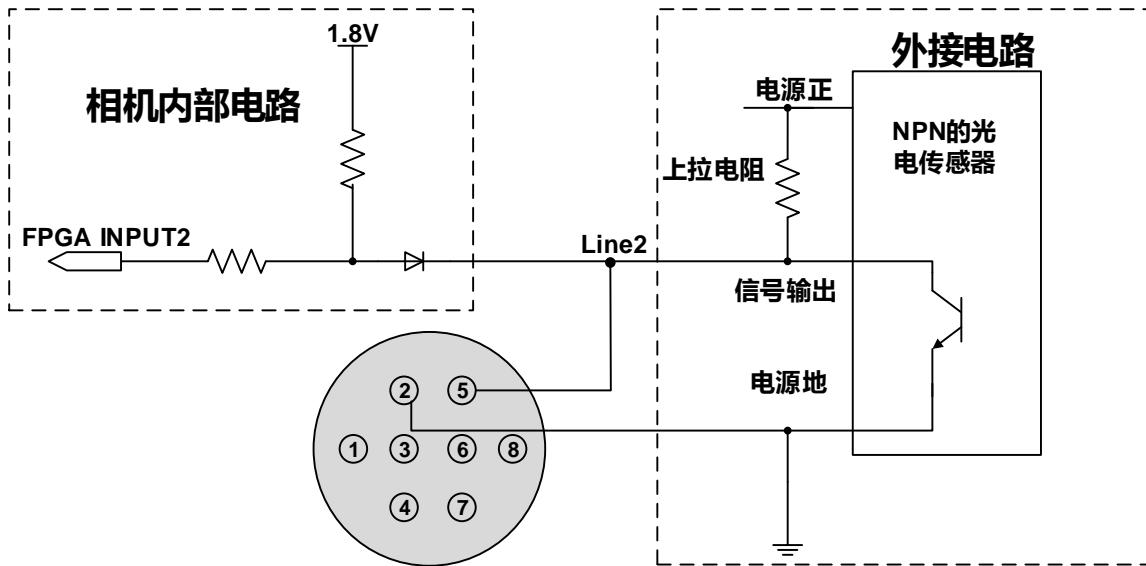
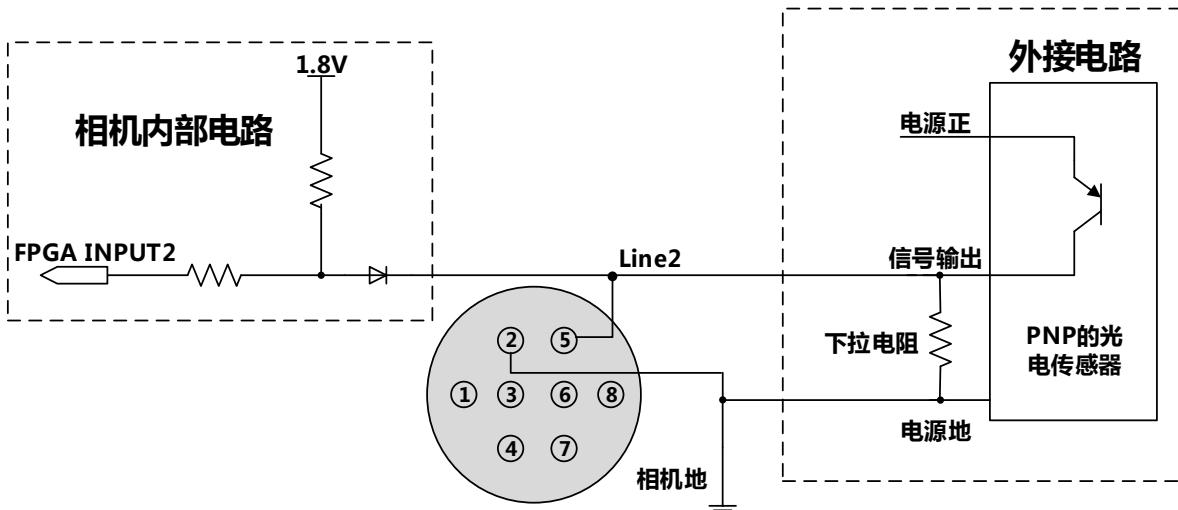

图 7-18 NPN 型光电传感器连接到 Line2 输入电路
图 7-19 PNP 型光电传感器连接到 Line2 输入电路
- Line2 输入高电平时，输入电流小于  $100\mu A$ ；Line2 输入低电平时，输入电流小于  $-1mA$ 。Line2 和 NPN 型、PNP 型光电传感器的连接方法见图 7-18 和图 7-19。上拉电阻阻值和外接电源电压的关系见表 7-3